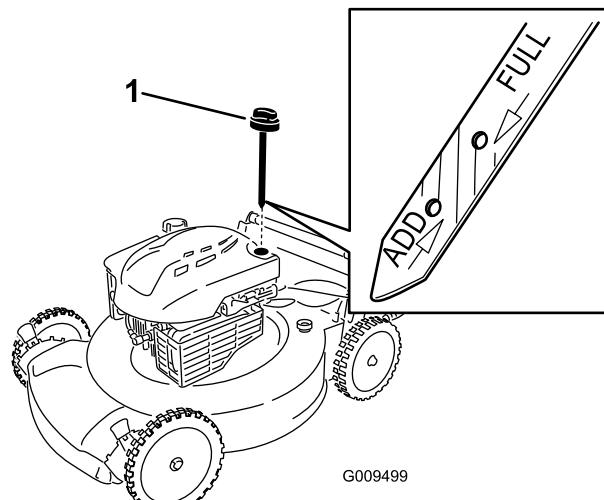

Рисунок 19
6. Извлеките щуп из маслозаливной горловины (Рисунок 19).